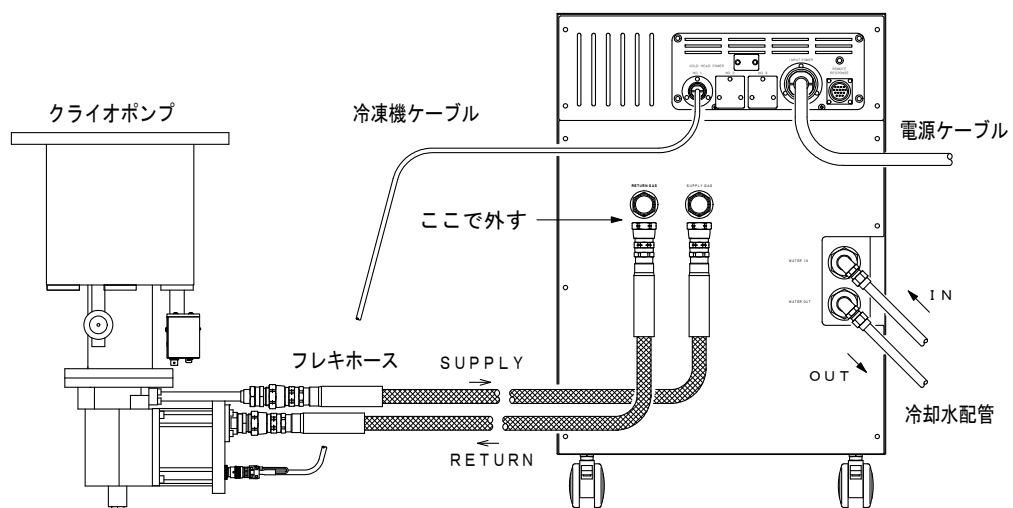

図 8-2 フレキホースの切り離し
3. 停止したらすぐに、コンプレッサユニット側のSUPPLY、RETURNのフレキホースをはずしてください（図8-2）。